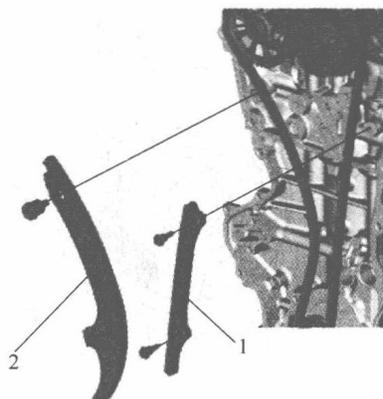

图 1-1-25
(13) 拆下凸轮轴链条导轨 1 和凸轮轴链条张紧器臂 2, 如图 1-1-25 所示。
(14) 拆下凸轮轴链条。